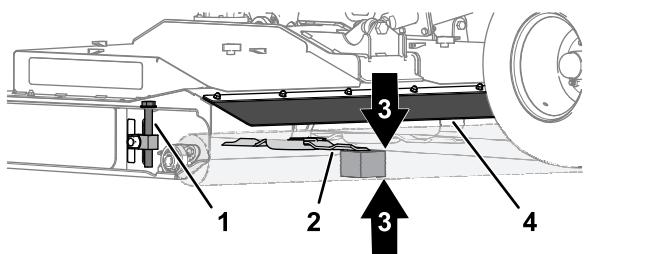

Figure 80
1. À l'arrière du plateau de coupe, soulevez le déflecteur arrière et placez l'entretoise en bois de 51 mm entre l'extrémité arrière de la lame centrale et le sol (Figure 80).